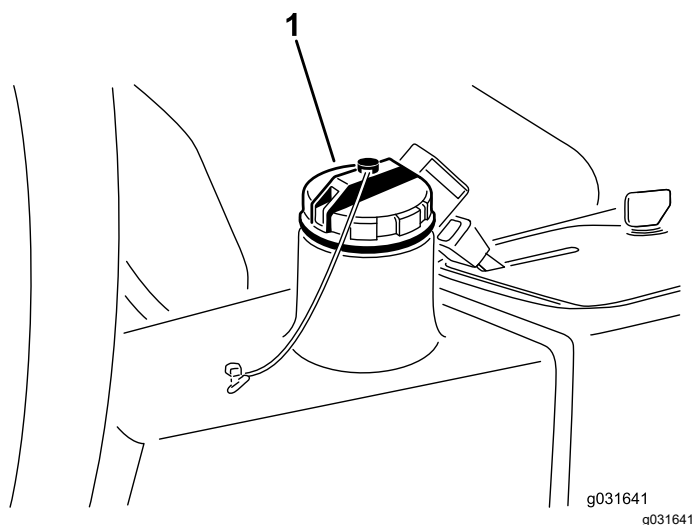

Figura 66
4. Encha o reservatório (Figura 66) com aproximadamente 13,2 litros de fluido hidráulico; consulte Verificação do sistema hidráulico (página 56).